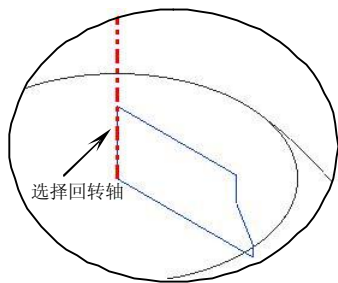
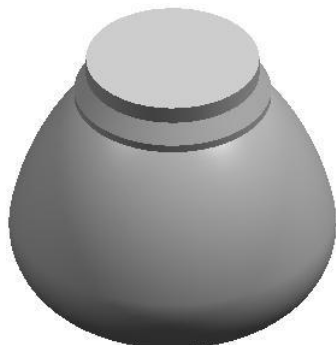

图4-8
图4-9
7. 选择前两步绘制的草图轮廓，在【成形特征】工具条中单击【回转】按钮，弹出【回转】对话框。在【选择步骤】栏中选择【求和】选项，在【结束】输入框中输入“360”，单击 **MB2**，然后选择图 4-8 所示的回转轴，最后单击 **确定** 按钮创建回转特征，结果如图 4-9 所示。